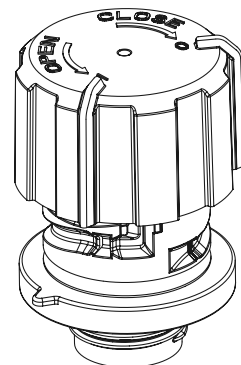

Fig.5
- 7) Desde la posición de ventilación, girando la tapa siguiendo la flecha OPEN (sentido antihorario), después del disparo, es posible extraer la tapa de la unión roscada, permitiendo al operador la limpieza de las dos partes, o bien, la sustitución o limpieza del filtro "tech-foam" (fig. 5).